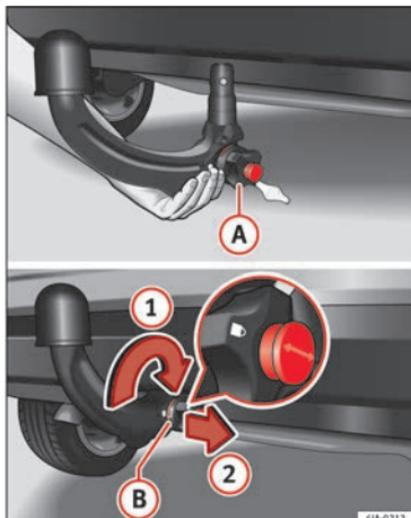

Fig. 197 Posizionamento della barra a testa sferica/chiusura della serratura ed estrazione della chiave.
- Afferrare la barra a testa sferica dal basso ►►► **fig. 197** ed inserirla nella bussola di serraggio fino al limite o fino a quando non si sente uno scatto ►►► **⚠**.